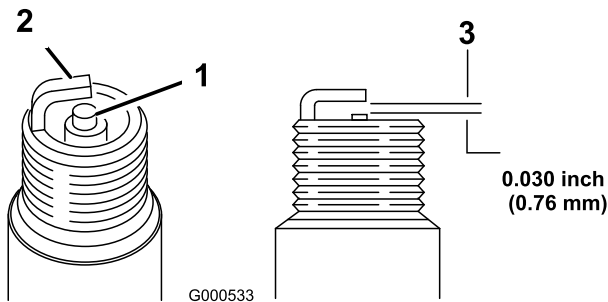

Bild 26
8. Schmieren Sie mit dem Finger etwas Öl auf die Dichtung des neuen Ölfilters (Bild 26).
5. Stellen Sie den Elektrodenabstand an der Zündkerze auf 0,76 mm ein, siehe **Bild 26**.